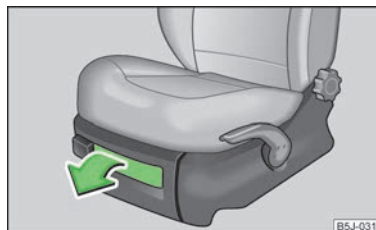

Fig. 67
- To open the lid, pull the handle » Fig. 67.